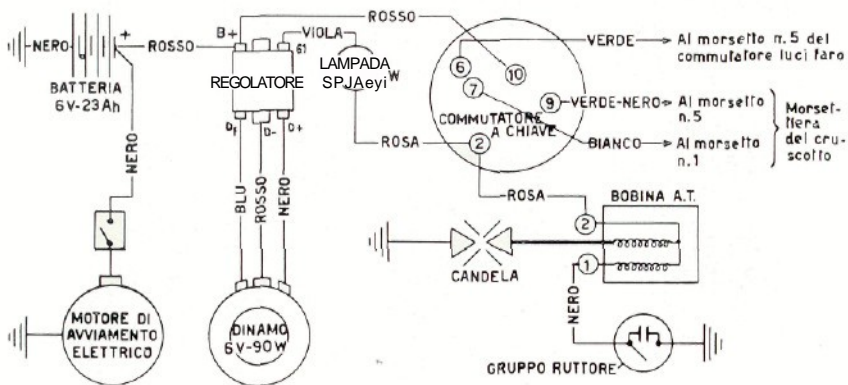

Fig. 29 - Variante ai collegamenti elettrici per i veicoli con avviamento elettrico
**N. B.** - I collegamenti dei gruppi dinamo - regolatore - batteria - motore di avviamento - commutatore principale a chiave - gruppo bobina di accensione e ruttore (gruppi che sostituiscono i corrispondenti dell'impianto normale: volano magnete - diodi raddrizzatori - batteria - bobina di accensione e commutatore principale a chiave) sono riportati nella seguente fig. 29. Nell'impianto con avviamento elettrico rimangono invariati, rispetto all'impianto normale fig. 27, gli altri cavetti e collegamenti ed in particolare quelli agli apparecchi utilizzatori.